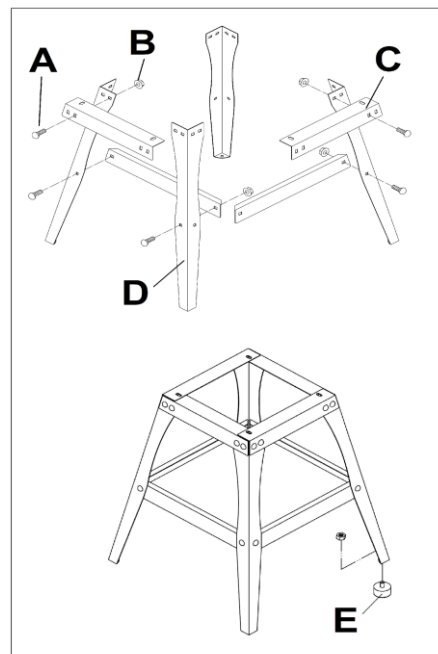

Рис.3
1. Прикрепите одну верхнюю раму к одной паре ножек с помощью кареточных болтов (А, рис.3) и фланцевых стопорных гаек (В, рис.3). Повторите то же самое для второй пары ножек.
3. Соедините два комплекта стоек с двумя оставшимися верхними рамами (С, рис.3). Убедитесь, что квадратные отверстия в ножках (D, рис.3) совпадают с квадратными отверстиями в верхней раме. Также убедитесь, что пазы в верхней части элементов рамы выровнены по углам. Прикрепите рамы к ножкам с помощью кареточных болтов и фланцевых стопорных гаек.
5. Установите опору (Е, рис.3) на основание ножки и закрепите ее фланцевой контргайкой.